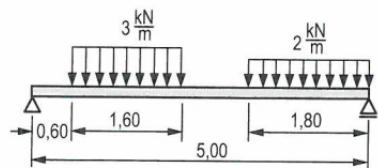

Bild 9.25: Träger mit Streckenlasten
7. Träger mit Streckenlasten (**Bild 9.25**).